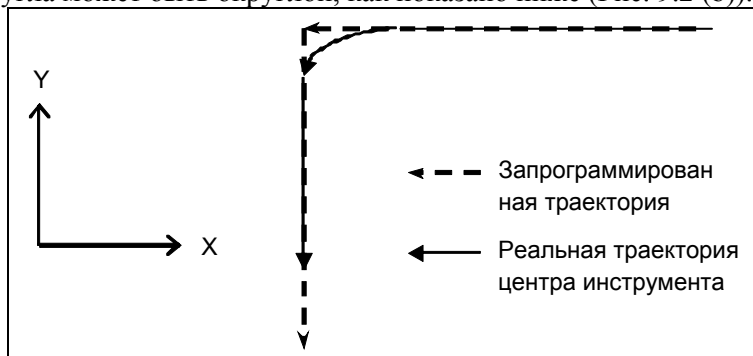

Рис. 9.2 (b)
- 5) Если в параметре ном. 1474 задано ненулевое значение, аккумулированных импульсов посредством автоматического ускорения/замедления по каждой оси в исполняемом считается равным 0, и обработка переходит к следующему блоку, если скорость подачи, уменьшаемая по каждой оси при помощи контура автоматического ускорения/замедления, уменьшилась до скорости подачи, заданной в параметре ном. 1474. Таким образом, траектория при прохождении угла может быть округлой, как показано ниже (Рис. 9.2 (b)).